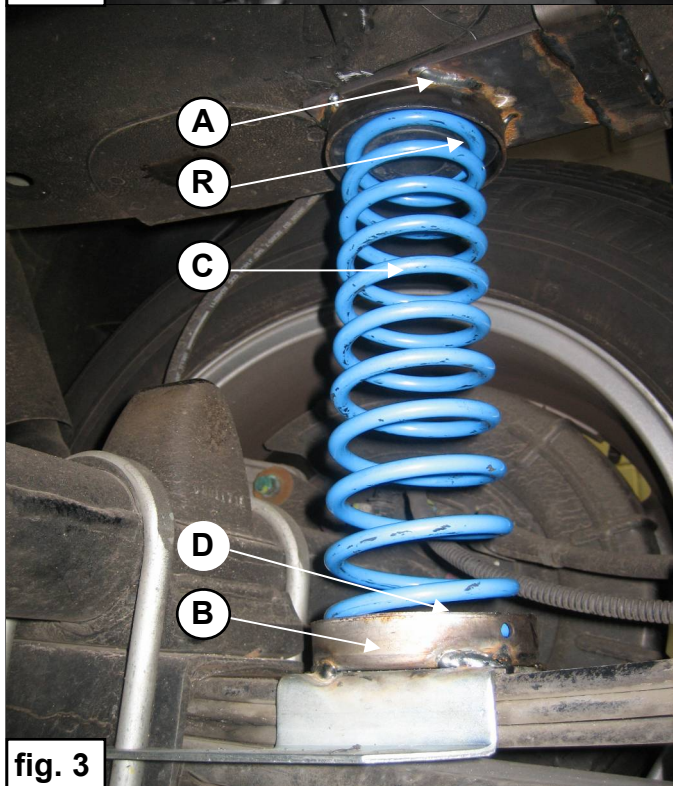

fig. 3
6. Montieren Sie Niveaufeder **C** mit Großen Durchmesser auf Federteller **D**. Drücken Sie der Niveaufeder kräftig nach unter und montieren Sie der Niveaufeder oben auf Gummi **R**. Siehe Bild 3.
6. Placez le ressort auxiliaire **C**, la grande diamètre sur le patin de ressort **D**. Enfoncez fermement le ressort vers le bas et faites-le glisser sur le caoutchouc **R**. Voir fig.3.
6. Sätt hjälpfjäder **C** med det stora diametern på fjädersäte **D**, tryck fjädern bestämt nedåt och skjut den på gummi **R**. Se fig.3.